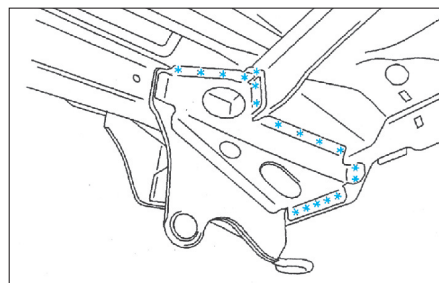

FIG. 123
- Dégraffer les points de soudure électrique à l'aide d'une fraise Ø 8 mm (Fig.123).